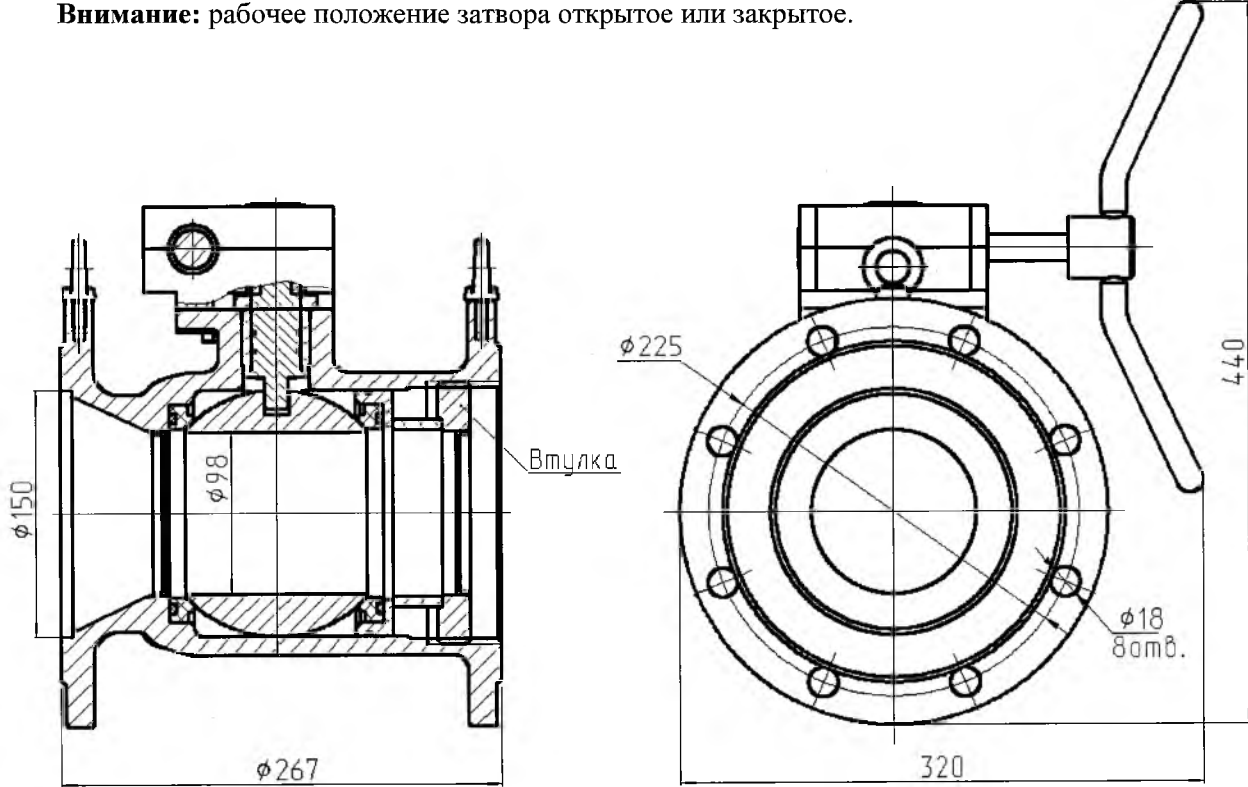

Рисунок 1
7.4 Подтяжку втулки (рисунок 1) для достижения герметичности производить спец ключом (усилие затяжки должно находиться в диапазоне 45-55 Н\*м) в закрытом положении крана.